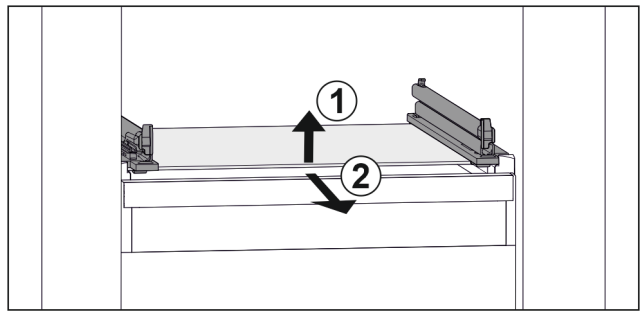

Fig. 129 Примерное отображение стеклнной пластины
- ▶ Приподнимите стеклнную пластины спереди. Fig. 129 (1)
- ▶ Извлеките стеклнную пластины движением вперед. Fig. 129 (2)